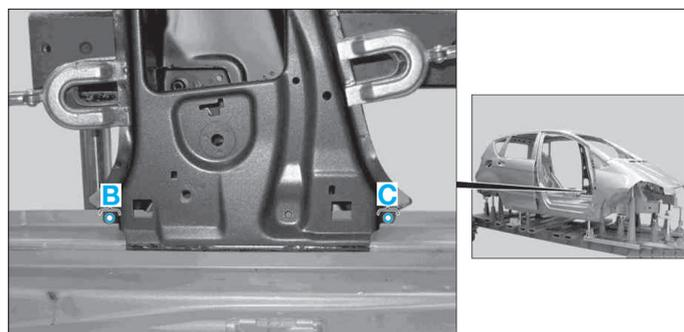

FIG. 71
- Percer des trous (Ø 6,5 mm) dans les zones (B) et (C) (Fig.71).